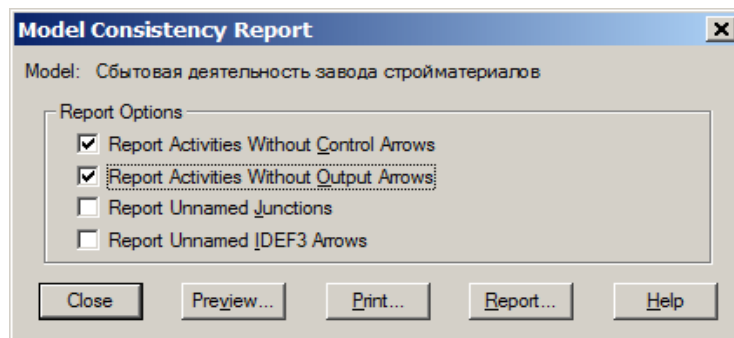

Рис. 28. Окно выбора правил проверки корректности построения диаграмм
1. Предварительно проверьте корректность построения созданных диаграмм (рис. 28), соответствуют ли они всем требованиям нотации *IDEF0*. Выберите меню *Tools / Reports / Model Consistency Report*. Для проверки включите только первые две опции, так как две последние опции касаются диаграмм *IDEF3*.